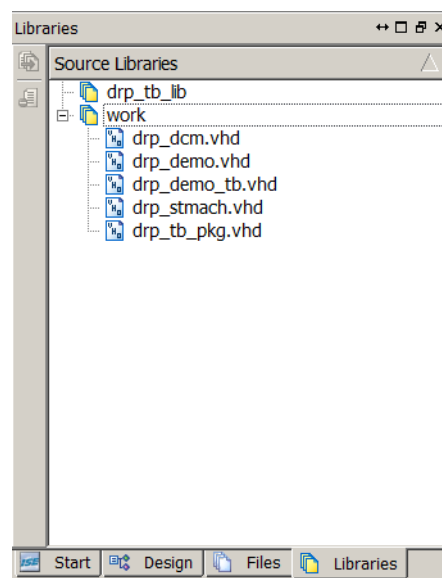

図 2-8 : [Libraries] パネル
2. [work] ライブラリを展開表示します (図 2-8)。